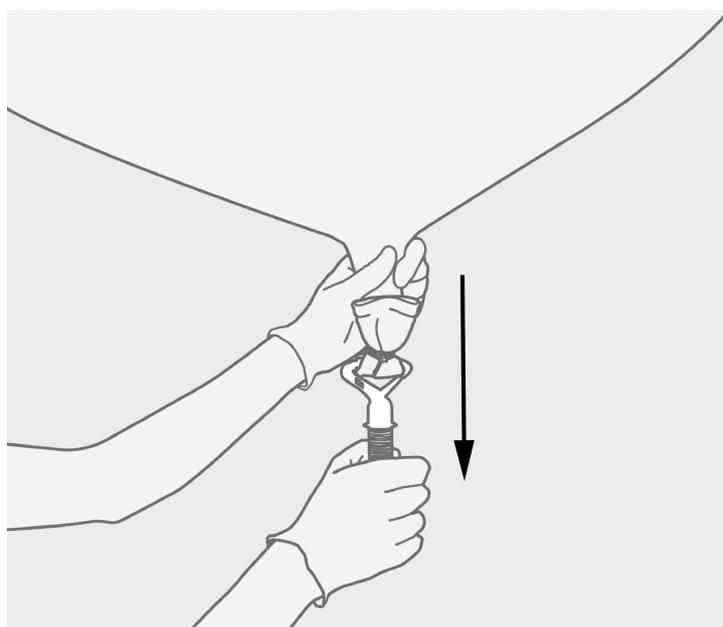

Ilustración 14 Desbobinador alineado con el cuello del globo
- Alinee el desbobinador para que apunte directamente hacia abajo del cuello del globo, como se ilustra en la Ilustración 14 en la página 30.